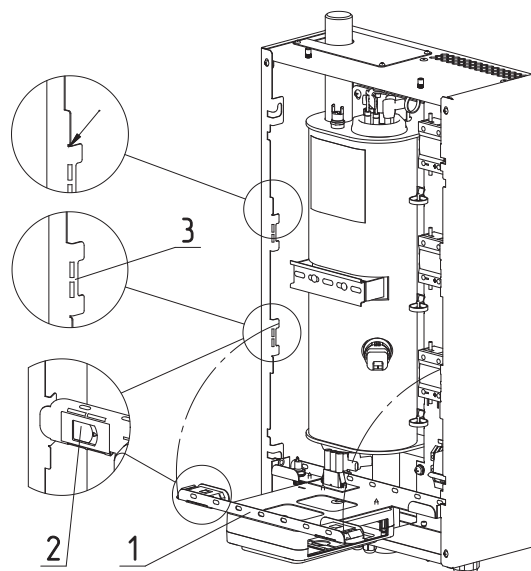

Рис.20 Откидывание кронштейна
- откинуть кронштейн для крепления пульта управления (Рис.20, поз.1);
- отжать замки-защелки (Рис.20, поз.2) с двух сторон;
- имеется возможность сменить положение кронштейна, достав его из пазов и закрепив в соответствующие пазы выше (Рис.20, поз.3).